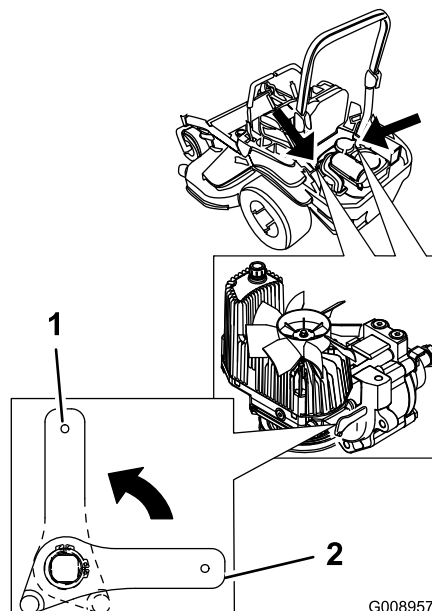

Bild 38
2. Drehen Sie zum Schieben der Maschine die Hebel des Ablassventils in die vertikale Stellung (Bild 38).
4. Stellen Sie die Ablassventilhebel zum Verwenden der Maschine horizontal (Bild 38).